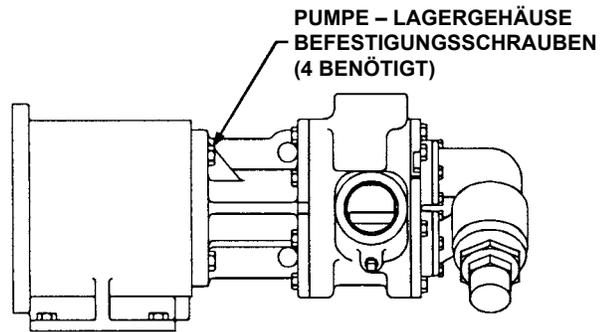

ABBILDUNG 17
3. Unterstützen Sie die Pumpe von oben und befestigen Sie die Kupplungshalterung, um ein Kippen zu verhindern, wenn die Pumpe befestigt wird. Schieben Sie, mit dem Spalttopf als Führung, die Pumpeneinheit durch die kleinere Öffnung zum Lagerbock. Befestigen Sie diese mit den vier 0,5 Zoll Schrauben. Siehe **Abbildung 17**.